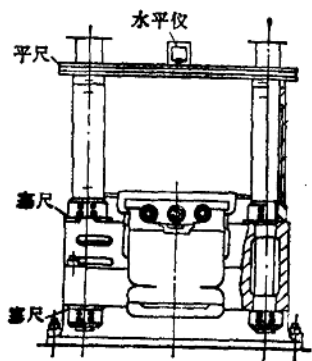

图13-2-25 立柱检查测量
4) 立柱部分的吊装: 首先清洁立柱, 在可能的条件下还可将立柱对角两立柱调换位置安装, 以延长其使用寿命。立柱吊装后, 如图 13-2-25, 将底座下部的螺母拧紧, 并检查螺母与横梁的接触情况, 接触面积应均匀, 局部间隙不应大于 0.05mm , 累计移动长度不应大于周长的 $1/5$ 。立柱的垂直度可用框架式水平仪分别在立柱的工作面上, 至少分上、中、下 3 处进行测量, 沿圆周 90° 量一点, 取其平均值, 其垂直度不应大于 $0.1/1000$ 。两立柱间的平行度不应大于 $0.1/1000$; 然后吊装限位套, 用高度尺检查等高, 或在其上跨放平尺检查, 不水平度不应大于 $0.1/1000$ 。